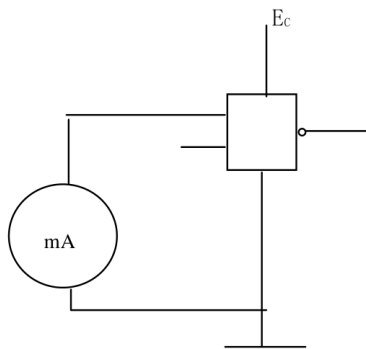

图 3:  $I_{is}$  的测试电路
**输入短路电流  $I_{is}$**  指与非门的一个输入端接地, 其余输入端接高电平或开路时, 流向接地端的电流。在实际电路中该电流对前级电路是灌电流负载。测试电路见图 3。
**输入短路电流** 电路图见图 3，测得  $I_{is} = 0.2250$  mA。